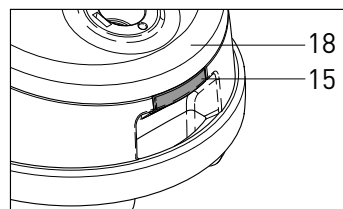
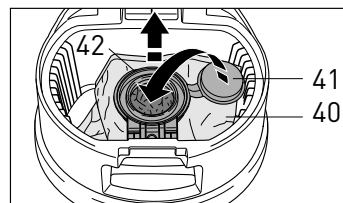

Figure 20
Figure 21
Changer le Sac-filtre - Figures 20, 21, 22, 23 & 24
Pour changer le sac-filtre (40), éteignez et débranchez l'aspirateur. Soulever le couvercle de fermeture (#15, figure 20) et soulever le couvercle du sac-filtre (18). Fermer le sac-filtre avec le bouchon de fermeture (41). Sortez le sac-filtre hors de du col vert (42) et en le tirant hors du compartiment par le conduit vert (42) et sortez le hors du compartiment comme le montre la figure 21.